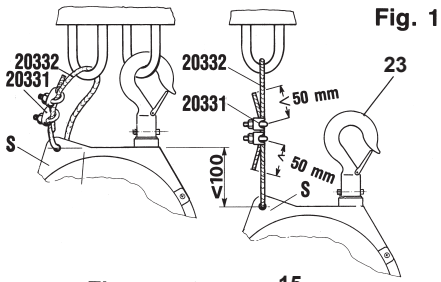

Fig. 1
Устройство (S) для страховочного подвеса балансира всегда следует закреплять к кронштейну/консоли правильно выбранных размеров, используя только стандартные крепежные приспособления (Рис. 1), которые входят в комплект поставки изделия.
Страховочный подвес НЕ ДОЛЖЕН БЫТЬ закреплен на один и тот же кронштейн/консоль, что и основной подвес балансира (23) (Рис. 1). На случай поломки основного подвеса необходимо оставить дополнительный запас хода троса не более 100 мм. Извлеките ненатянутые части троса не менее чем на 50 мм и затянуть гайки зажимов 20331 (рис. 1) постепенно и одновременно с крутящим моментом 4 нм.
Правила эксплуатации балансира предписывают проведение периодического контроля (например, раз в рабочую смену) состояния верхних устройств для подвески (23) и (S) (Рис. 1), крепежных винтов, самоблокирующихся устройств (если таковые используются), а также состояние крюков и троса.